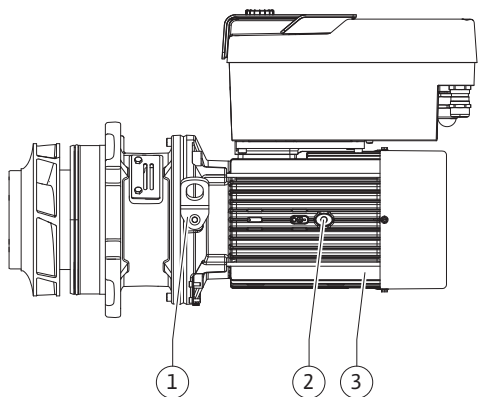

Fig. 100: Insteekset
9. Insteekset (Fig. 100) door het losdraaien van de flensschroeven (Fig. I, pos. 29) van het pomphuis verwijderen.
10. Nieuwe tegenring (Fig. II, pos. 26) in het lantaarnstuk zetten. Schuif het lantaarnstuk voorzichtig over de as en plaats het in de oude of een andere gewenste hoek ten opzichte van de motorflens. Neem daarbij de toegestane inbouwposities van de componenten in acht (zie het hoofdstuk „Toegestane inbouwposities en wijziging van de componentenopstelling vóór de installatie” [► 330]).
11. Maak de schroeven (Fig. II, pos. 10 en pos. 10a) vast. Schroeven (pos. 10) indraaien, maar nog niet definitief vastdraaien.
12. Schuif een nieuwe mechanische afdichting (Fig. II, pos. 25) op de as. Beschadiging van de mechanische afdichting door kanteling vermijden.
14. Maak de groef van het lantaarnstuk schoon en plaats de nieuwe o-ring (Fig. II, pos. 19).
16. Leid de insteekset (zie Fig. 100) in het pomphuis in de oude of in een andere gewenste hoekpositie. Neem daarbij de toegestane inbouwposities van de componenten in acht (zie het hoofdstuk „Toegestane inbouwposities en wijziging van de componentenopstelling vóór de installatie” [► 330]).
17. Na het voelbare vastgrijpen van de lantaarnstukgeleiding (ca. 15 mm voor de eindpositie) bestaat geen gevaar meer voor omvallen of kantelen. Nadat de insteekset met minstens een schroef (Fig. II, pos. 29) vastzit, kunnen de bevestigingsmiddelen van de transportogen worden verwijderd.
18. Draai de schroeven (Fig. II, pos. 29) vast. Bij het indraaien van de schroeven wordt de insteekset in het pomphuis getrokken.